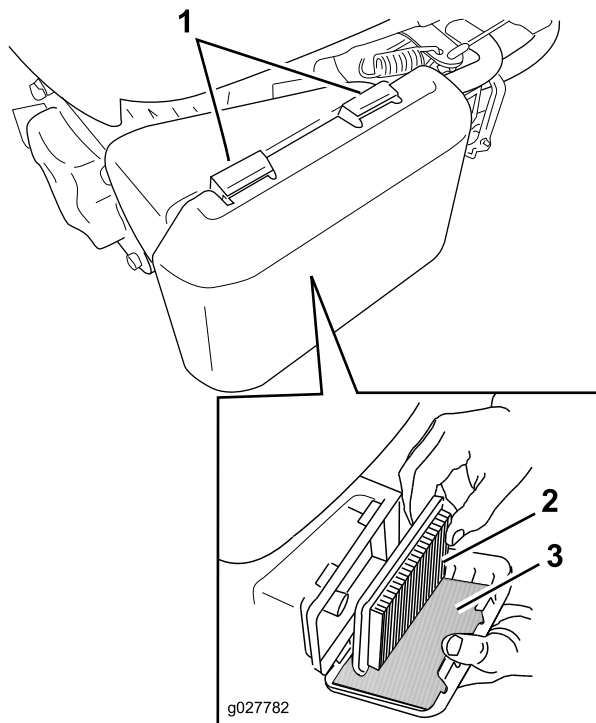

Figura 35
1. Presione hacia abajo los cierres de la parte superior de la tapa del limpiador de aire (Figura 35).
3. Retire el filtro de aire de papel y el pre-filtro de gomaespuma (Figura 35).